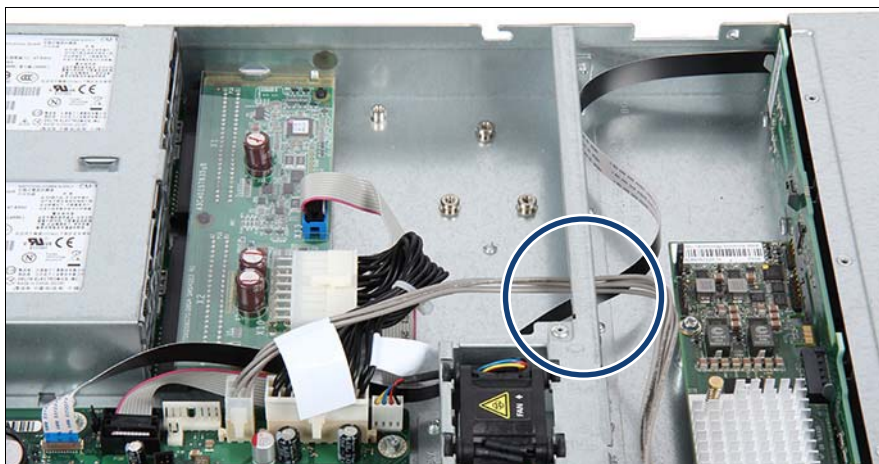

図 177: フロントパネルモジュールのケーブルの取り外し（B）
- ▶ フロントパネルケーブルを開口部に通します（図 177 を参照）。